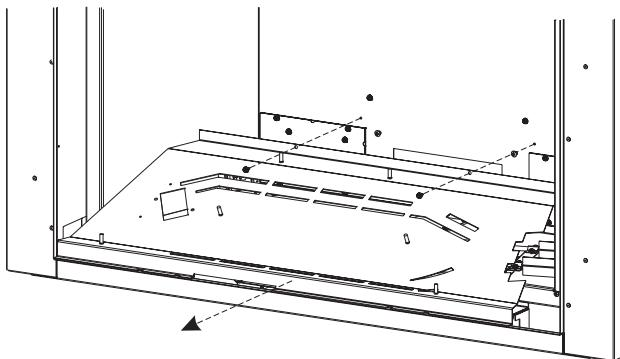

Figure 4
- Retirer deux (2) vis qui maintiennent en place la base du brûleur. Soulever la base du brûleur hors du foyer. **Voir Figure 4.**